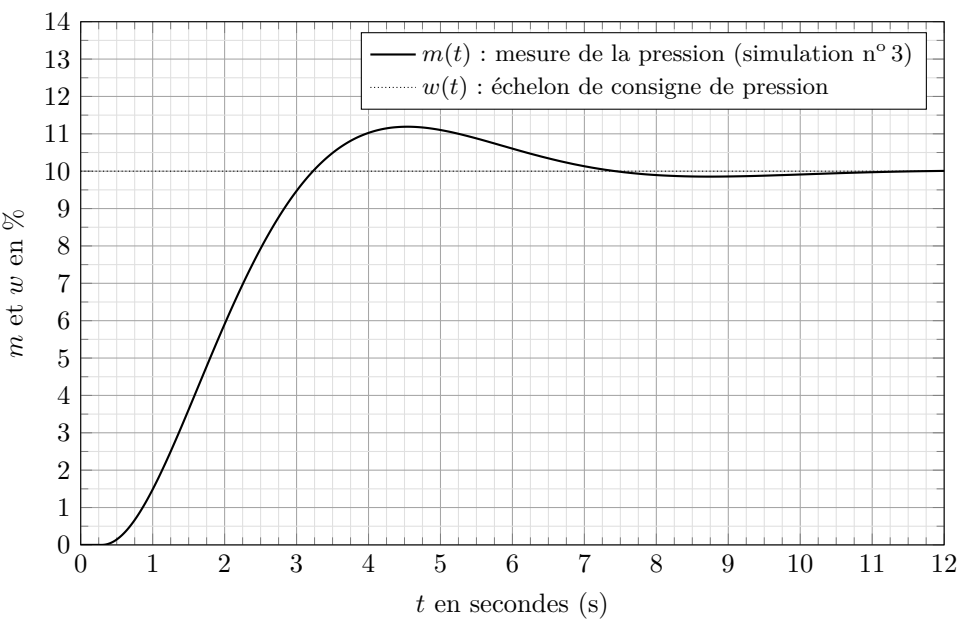

Fig. 27 – Simulation n° 3.
- On a effectué, sur la figure 27, une troisième simulation ($K_p = 2,31$, $T_i = 2,13$ s, $T_d = 1,02$ s). Effectuez, sur cette même figure, les constructions graphiques permettant de déterminer le premier dépassement D_1 en %, l’erreur statique ε_{S3} et le temps de réponse à 5 % noté $t_{r5\%}$ (temps au bout duquel la mesure de la pression $m(t)$ atteint le régime permanent à plus ou moins 5 % près et s’y maintient).